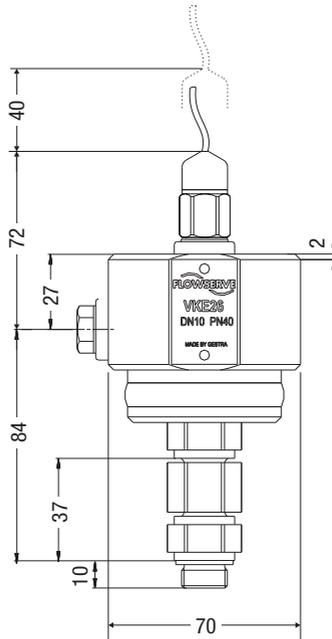

Fig. 9
5. Servicemaß berücksichtigen. Wenn die Prüfkammer fest eingebaut ist, wird zum Ausbau der Messelektrode ein Freimaß (siehe **Fig. 9**) benötigt!